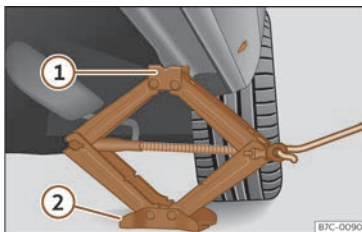

Fig. 213 Bas de caisse : emplacement du cric du véhicule.
- Tournez la manivelle du cric, placé sous le point d'appui du bas de caisse, pour le lever jusqu'à ce que l'ergot (1) >>> fig. 213 se trouve sous le logement prévu à cet effet.
- Alignez le cric de sorte que l'ergot (1) « s'encastre » dans le logement prévu à cet effet sur le bas de caisse et que la plaque de base mobile (2) repose sur le sol. La plaque de base (2) doit se situer à la verticale du point d'appui (1).